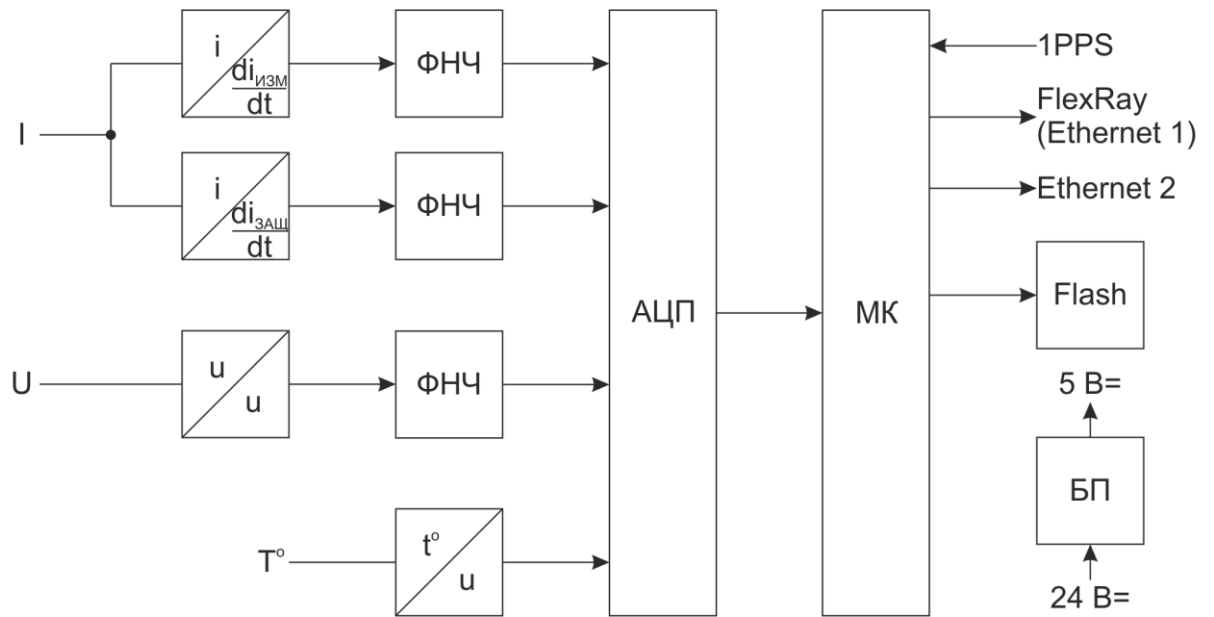

Рисунок 3.1. Структурная схема ЕСИТ
3.1.1 Структурная схема трансформатора ЕСИТ приведена на рис. 3.1.